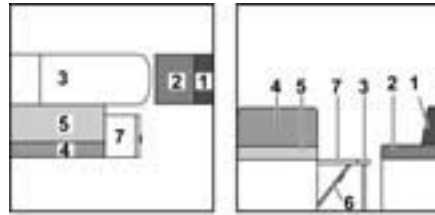

Bild 132 Während des Umbaus
- Sitzbankverlängerung (Bild 132,7) nach oben klappen und mit Klappe verkeilen.
- Das Rückenpolster des Längssitzes (Bild 132,1) abnehmen und beiseite legen.
- Das Sitzpolster des Längssitzes (Bild 132,2) nach vorn bis zum Tisch ziehen.
- Das Sitzpolster der Sitzbank (Bild 132,5) nach vorn auf den Tisch ziehen.
- Das Rückenpolster der Sitzbank (Bild 132,4) umlegen und auf die Sitzbankverlängerung ziehen.
- Das Zusatzpolster (Bild 132,9) zwischen das Sitzpolster und das Rückenpolster legen.
- Die Zusatzpolster (Bild 132,10, 11 und 12) zwischen die Seitenwand und die Polster auf dem Tisch und der Sitzplatte legen.